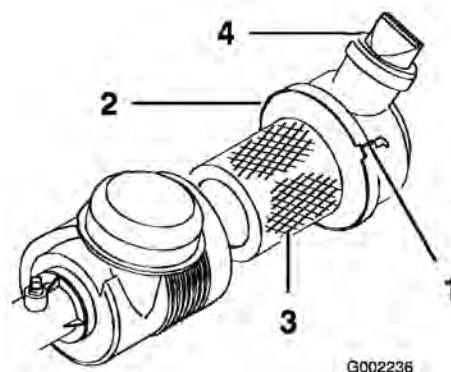

Figura 37
Inspeccione la carcasa del limpiador de aire por si hubiera daños, que podrían causar una fuga de aire. Compruebe que el tapón anti-polvo está firmemente sellado contra el limpiador de aire. Cambie la carcasa del limpiador de aire si está dañada. Apriete la válvula (Figura 37) antes de cada uso para limpiarla de polvo y residuos. Revise el filtro del limpiador de aire cada 100 horas.
3. Abra el enganche del limpiador de aire que fija la tapa del limpiador de aire a la carcasa del limpiador de aire (Figura 37) y separe la tapa de la carcasa.
7. Cierre los enganches (Figura 37).
4. Instale la tapa con la válvula orientada hacia abajo y cierre los enganches (Figura 37).